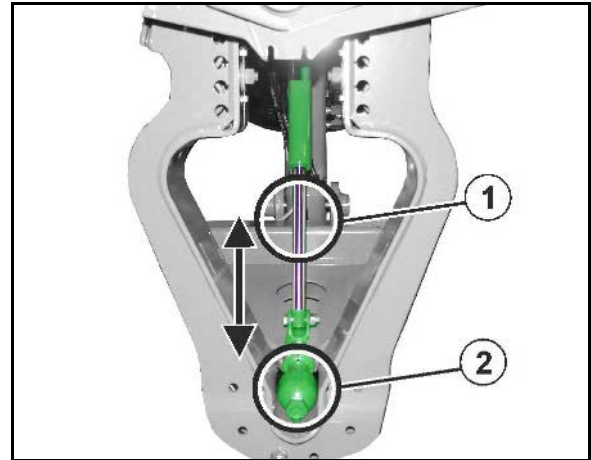

图 96
解锁摆动补偿功能（图 96/1）：
- 解锁摆动补偿（图 96/1），展开的喷杆可以对着喷杆架自由摆动。为了更好的展示，这里除去了摆动补偿功能的保护装置。
锁住摆动补偿功能（图 96/2）：
- 如果在操作终端的显示器上出现锁住的锁头标识，则摆动补偿功能被锁定（图 96/2）。